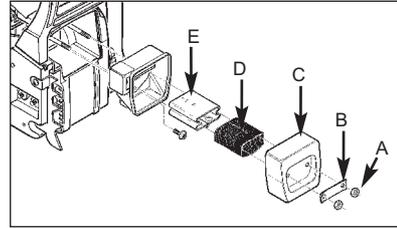

рис. 17
• ЭКРАН ИСКРОГАСИТЕЛЯ (рис. 17)